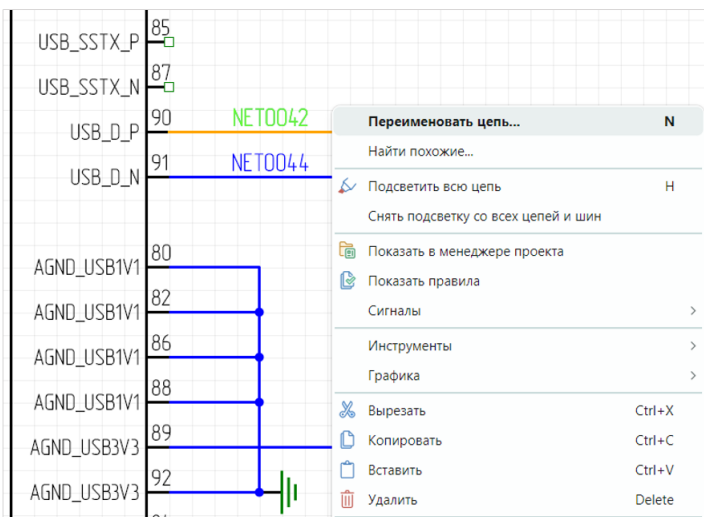

Рис. 138 Вызов инструмента «Переименовать цепь»
2. Выберите инструмент «Переименовать цепь» или воспользуйтесь горячей клавишей, по умолчанию для данного действия задана клавиша «N», см. Рис. 138.